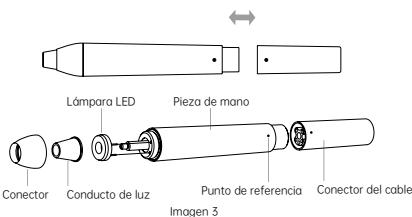

Imagen 3
2. Instrucciones para los componentes principales del mango desmontable (mostrados en la Imagen 3):
- Coloque la punta en la llave dinamométrica y móntela o desmóntela como se muestra en la imagen 3.